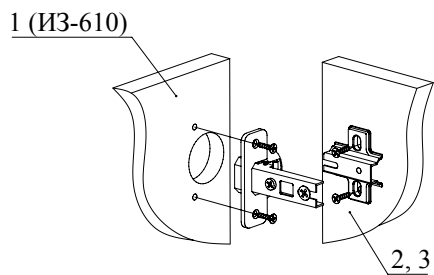

Рис.3
2. При помощи шурупов 3,5х16 закрепите петли на двери (дет. 1 от ИЗ-610), а при помощи евровинтов — ответные планки петель на детали 2 и 3 (Рис. 3).